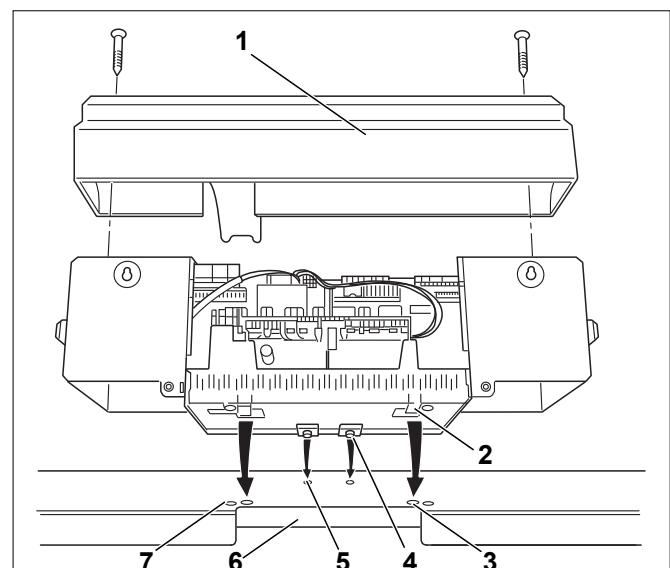
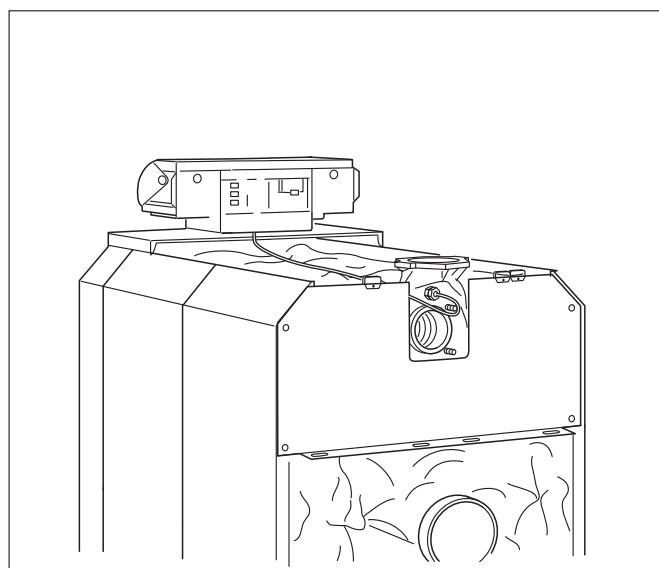

Рис. 60 Установка системы управления
Рис. 65 Котёл с установленной системой управления
На рис. 60 изображен вид сзади системы управления и передней крышки "A".
- ▶ Отверните два винта на крышке клеммной коробки (рис. 60, [1]). Снимите крышку вверх.
- ▶ Установить систему управления. Вставьте крюки (рис. 60, [4]) системы управления в овальные отверстия передней крышки котла (рис. 60, [5]). Сдвиньте систему управления вперед и затем откиньте назад. Эластичные крюки (рис. 60, [2]) должны войти сзади в прямоугольные отверстия передней крышки котла (рис. 60, [3]).
- ▶ Закрепите цоколь системы управления к передней крышке котла справа и слева от прохода для кабеля (рис. 60, [6]) двумя саморезами (рис. 60, [7]).
- ▶ Закрепите крышку клеммной коробки (рис. 60, [1]) двумя саморезами на цоколе системы управления (рис. 65).